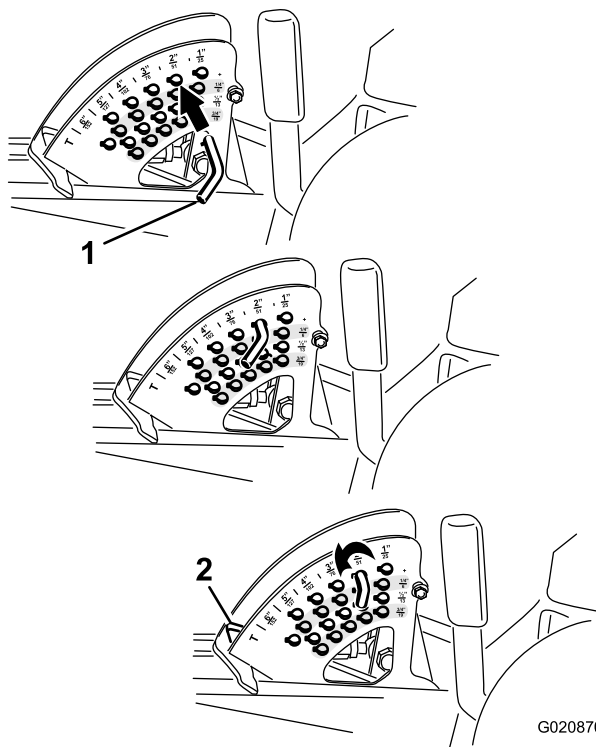

图25
2. 旋转限位销直至其中的滚销与剪草高度支架孔内的槽在一条线上然后取下限位销图25。
3. 选择剪草高度支架对应所需剪草高度的孔插入限位销将其向下旋转并锁定到位图25。
注意 共有 4 排孔的位置图25。最上面的一排是高于限位销的列明剪草高度。其下第二排的剪草高度为列出剪草高度加 6 mm。其下第三排的剪草高度为列明剪草高度加 12mm。最下面一排的剪草高度为列明剪草高度加 18mm。15.8cm 位置仅有 1 个孔位于第二排。此孔不需添加 6mm 即可到达 15.8cm 位置。